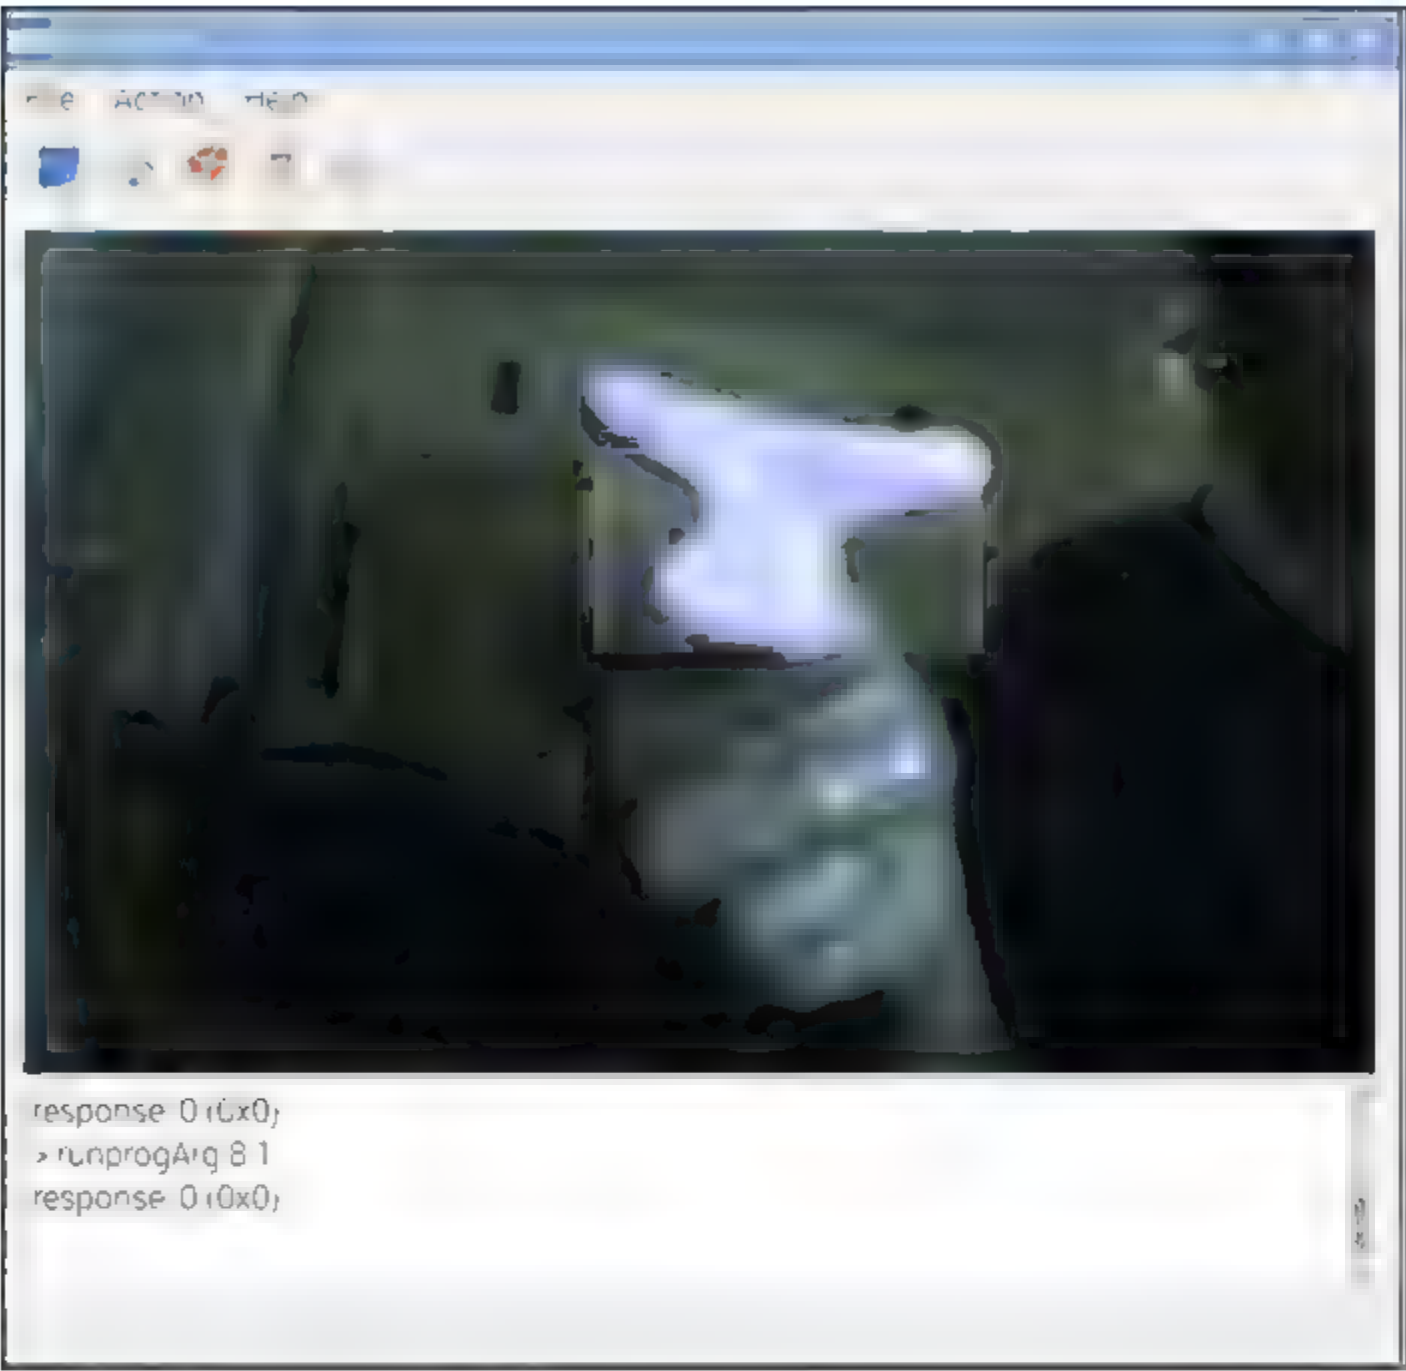

图 3-21
(3) PixyMon 会让图像静止，然后可以用鼠标框出目标物体的范围，如图 3-21 所示。
(4) PixyMon 会保存数据签名，然后就可以跟踪你的物体了，尝试移动目标物体。